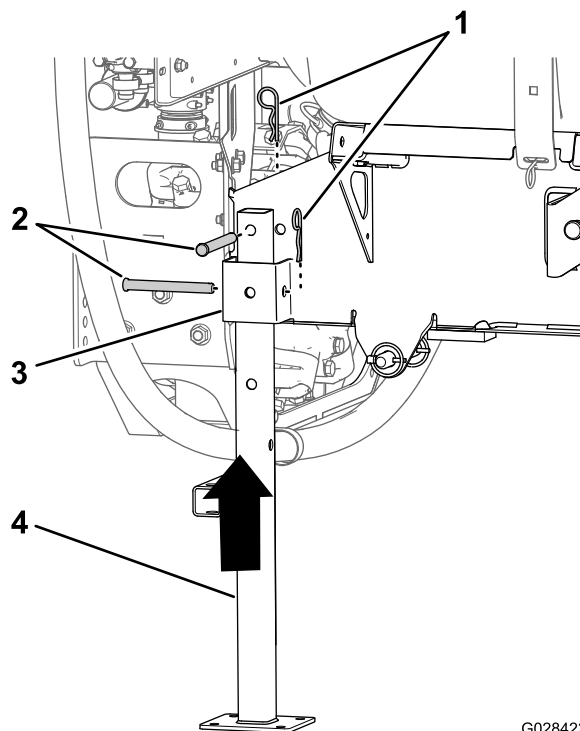

Figura 136
- Alinee el soporte fijo trasero con el receptor del soporte fijo trasero (Figura 136).
- Alinee el orificio de la parte superior del soporte fijo con el orificio del bastidor del patín del depósito (Figura 136).
- Sujete el soporte fijo al receptor y al bastidor con dos pasadores ($\frac{1}{2}$ " x $4\frac{1}{2}$ ") y dos chavetas ($\frac{5}{32}$ " x $2\frac{5}{8}$ "), como se muestra en la Figura 136.